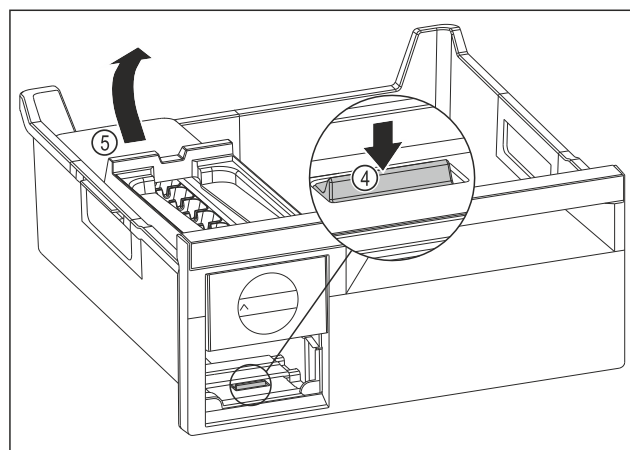

Fig. 141
- ▶ Вийняти корпус EasyTwist-Ice: натиснути накладку Fig. 141 (4) пальцем вниз і одночасно підняти корпус EasyTwist-Ice Fig. 141 (5) ззаду іншою рукою.